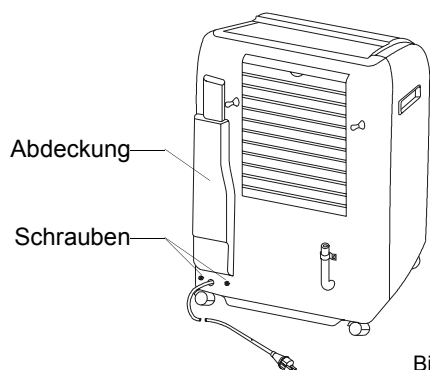

Bild 12
3. Entfernen Sie die 2 Kreuzschlitz-Schrauben der Abdeckung auf der Rückseite des Gerätes (Bild 12).